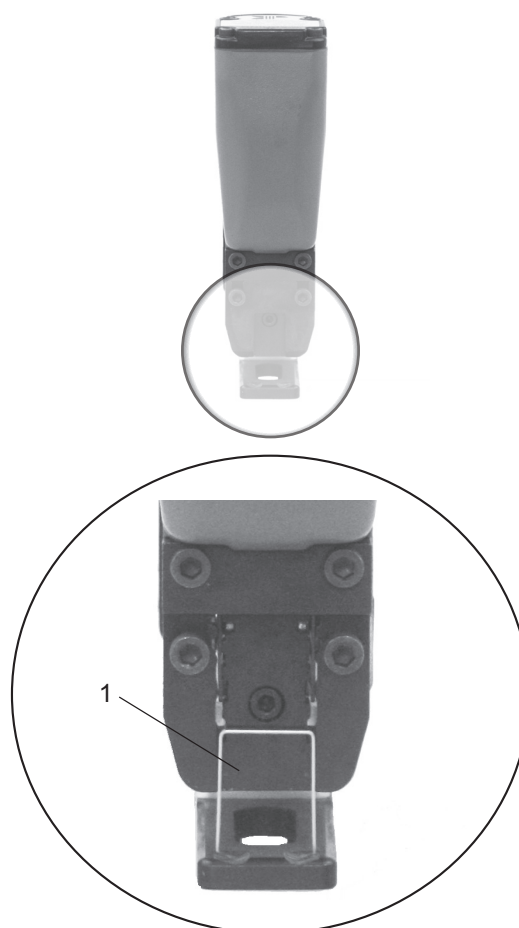

Fig. 11
- Montera en klammer i nosen (Fig.11/1).